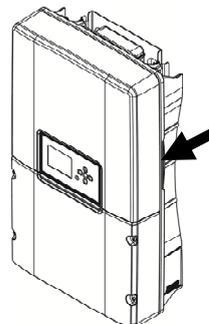

Figure 2.4.2 : « Poignées »
- Les deux côtés de l'onduleur sont plus étroits, afin de garantir une meilleure prise sur l'appareil. Soulever l'onduleur avec précaution hors de la boîte à l'aide des « poignées » illustrées à la *Figure 2.4.2*.